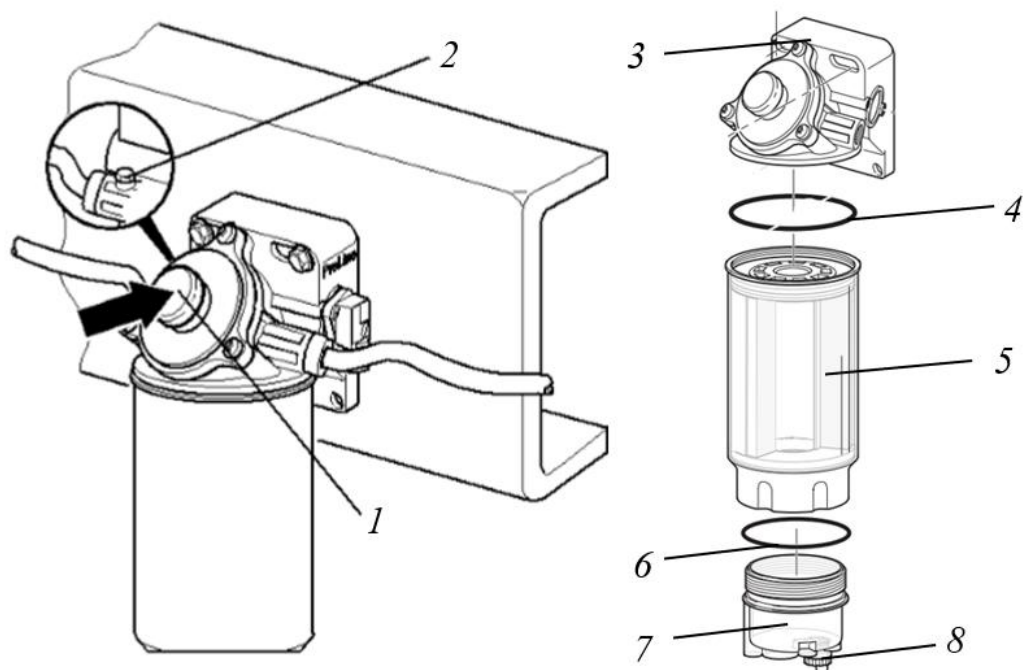
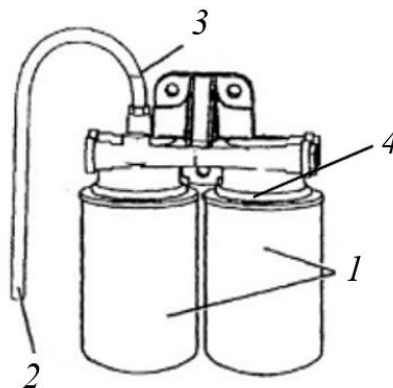

Рисунок 5.19. Фильтр предварительной очистки топлива
Рисунок 5.20. Фильтры тонкой очистки топлива
- ▶ Разместить ранее подготовленную тару  под резьбовой пробкой 8 и открыть ее, затем ослабить резьбовую пробку для удаления воздуха 2 рис. 5.19.
- ▶ Отвернуть водосборник 7, рис. 5.19.
- ▶ Вкрутить резьбовую пробку для удаления воздуха 2, рис. 5.19.
- ▶ Отвернуть сменные фильтры для топлива 1, рис. 5.20. В случае затруднённого отворачивания использовать съемник.
- ▶ Навернуть последовательно сменные фильтры 1 вручную до касания уплотнительного кольца с опорной поверхностью корпуса 4, после чего довернуть их примерно на 3/4 оборота (см. рис. 5.20)
- ▶ Прокачать топливную систему ручным топливоподкачивающим насосом 1 фильтра грубой очистки топлив, см. рис. 5.19.
Для прокачки топливной системы необходимо присоединить трубку 2 (рис. 5.20) отвернуть дренажный винт 3 и качать ручным топливоподкачивающим насосом 1 (рис. 5.19) фильтра грубой очистки топлива до тех пор, пока топливо не начнет вытекать из трубки без пузырьков, после этого завернуть дренажный винт 3, рис. 5.20.